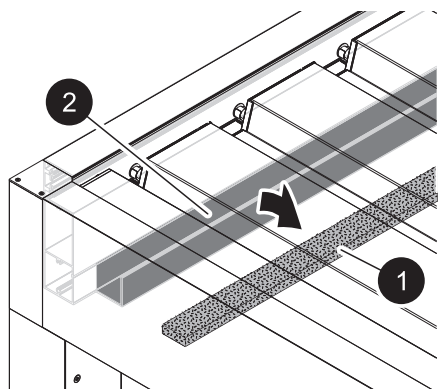

Fig. 17 : Canal pour l'eau de pluie
2. Enlever la mousse filtrante (fig. 17/1) des gouttières (17/2) et rincez-les à l'eau claire avec un tuyau d'arrosage.